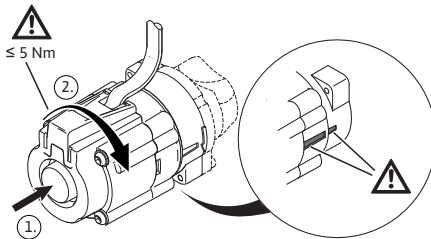

Fig. 15: Heatfixx-Pumpe in Betriebsposition
- Durch eine Drehung um 90 ° im Uhrzeigersinn öffnet sich der Durchfluss (Fig. 15).